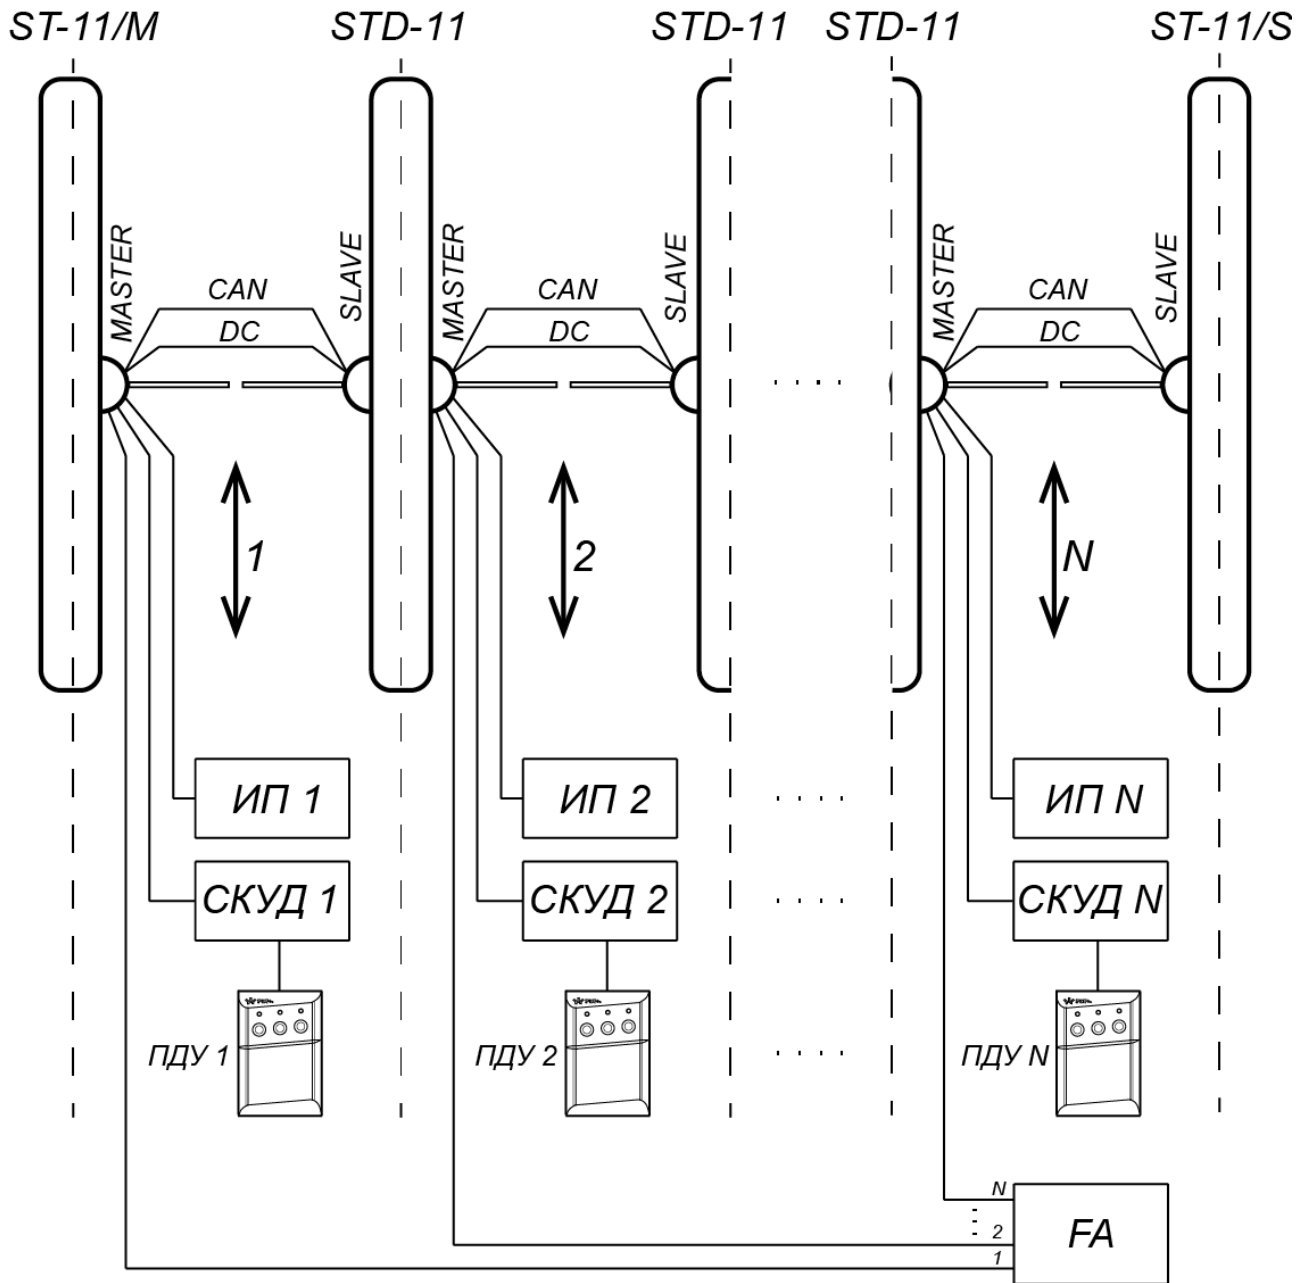
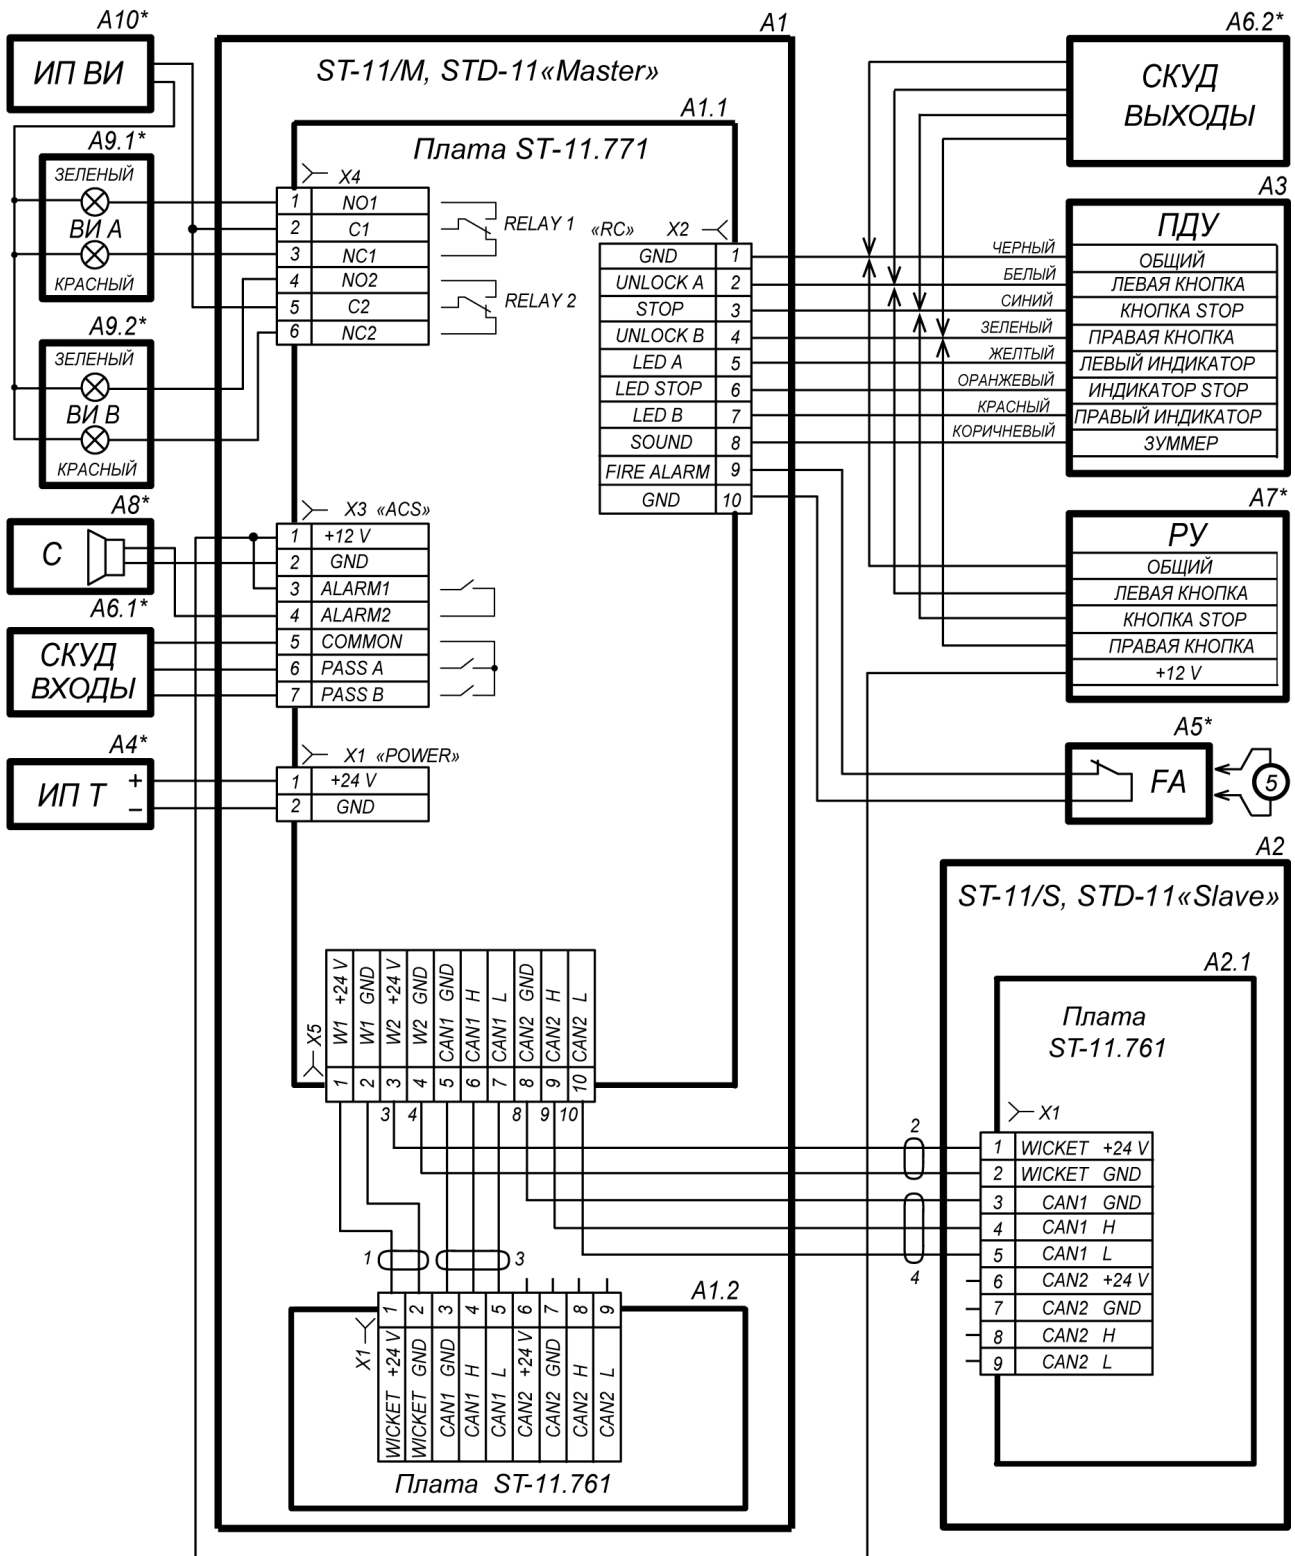

Рисунок 17. Схема соединений турникета PERCo-ST-11 и двусторонних секций PERCo-STD-11 для организации проходной с несколькими зонами прохода
Рисунок 18. Схема электрических соединений турникета1
Содержание монтажных операций дано с учетом рекомендаций, приведенных в разд. 8.1. Оборудование и инструменты, необходимые при монтаже, перечислены в разд. 8.2. Номера позиций указаны в соответствии с рис. 6 и 7. Схема электрических соединений турникета приведена на рис. 18. Типы кабелей, используемых при монтаже, перечислены в табл. 5. На рис. 17 приведен пример схемы соединений турникета и двусторонних секций при организации проходной с несколькими зонами прохода.
Если нет возможности использовать способ протяжки кабелей кондуктором, при необходимости кабели DC и CAN можно проложить сразу, до начала установки секций. Данные кабели находятся в центральной стойке секции (стороны секции) *Slave* внизу под кожухом. Для этого необходимо распаковать секцию *Slave*, снять кожух с центральной стойки (см. рис. 19), вынуть кабели DC и CAN и отсоединить их от платы управления приводом. На концах жил кабелей имеются маркеры с номерами, соответствующими схеме соединений (рис. 18).
14. Через отверстие для ввода кабелей в основании центральной стойки двусторонней секции (со стороны *Master*) введите внутрь стойки кабели для управления второй зоной прохода: от ИП, от ПДУ или контроллера СКУД, от устройства *Fire Alarm* и дополнительного оборудования, а также кабели DC (16) и CAN (17) от секции (стороны секции) *Slave* или же кондуктор для их протяжки.
20. Подключите кабели к плате управления первой зоны прохода согласно схеме электрических соединений турникета (см. рис. 9 и рис. 18). Плата расположена в нижней части центральной стойки секции *Master*.
Соединительные кабели DC (на схеме №2) и CAN (№4) подключаются к клеммным колодкам **X5** платы управления секции *Master* и **X1** платы привода секции *Slave* в соответствии с маркировкой их жил (см. рис. 18).